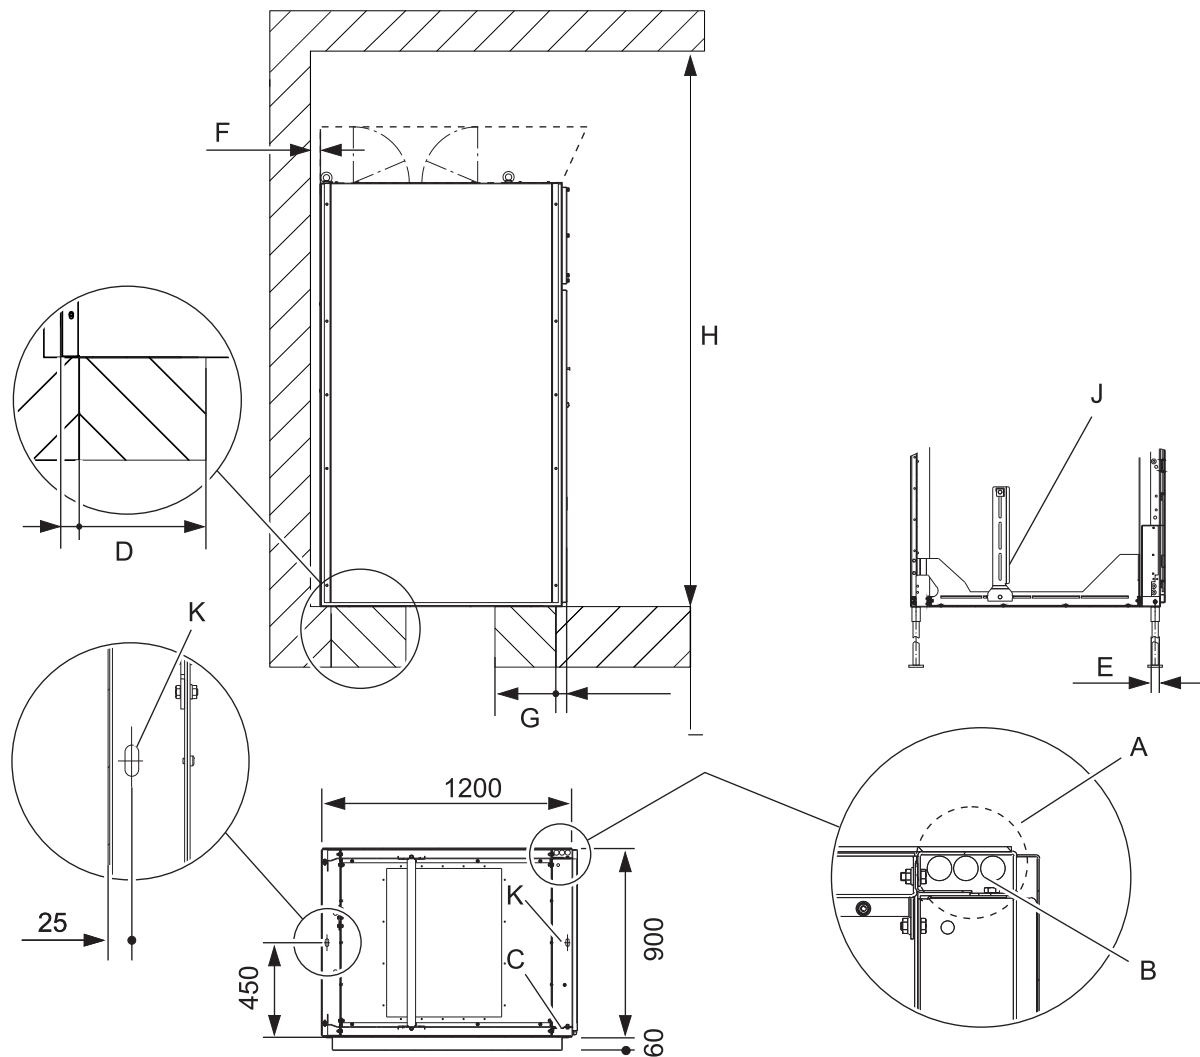

Abb. 15
- Schaltfelder am Boden befestigen, dazu jedes Schaltfeld an allen Befestigungspunkten mit dem Boden verschrauben (siehe Befestigungspunkte (K), Abb. 15, 16 oder 17, je nach Typ)*